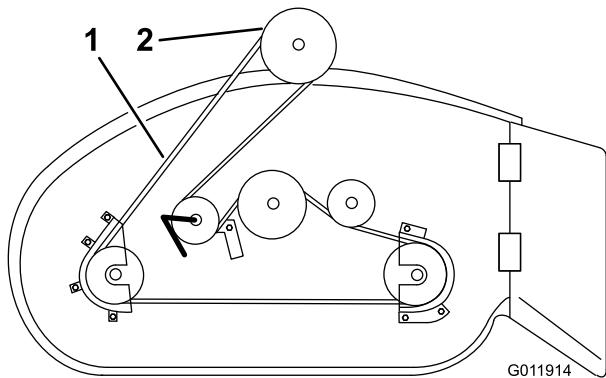

Figura 6
3. Instale la correa del cortacésped en la polea del embrague eléctrico (Figura 6).